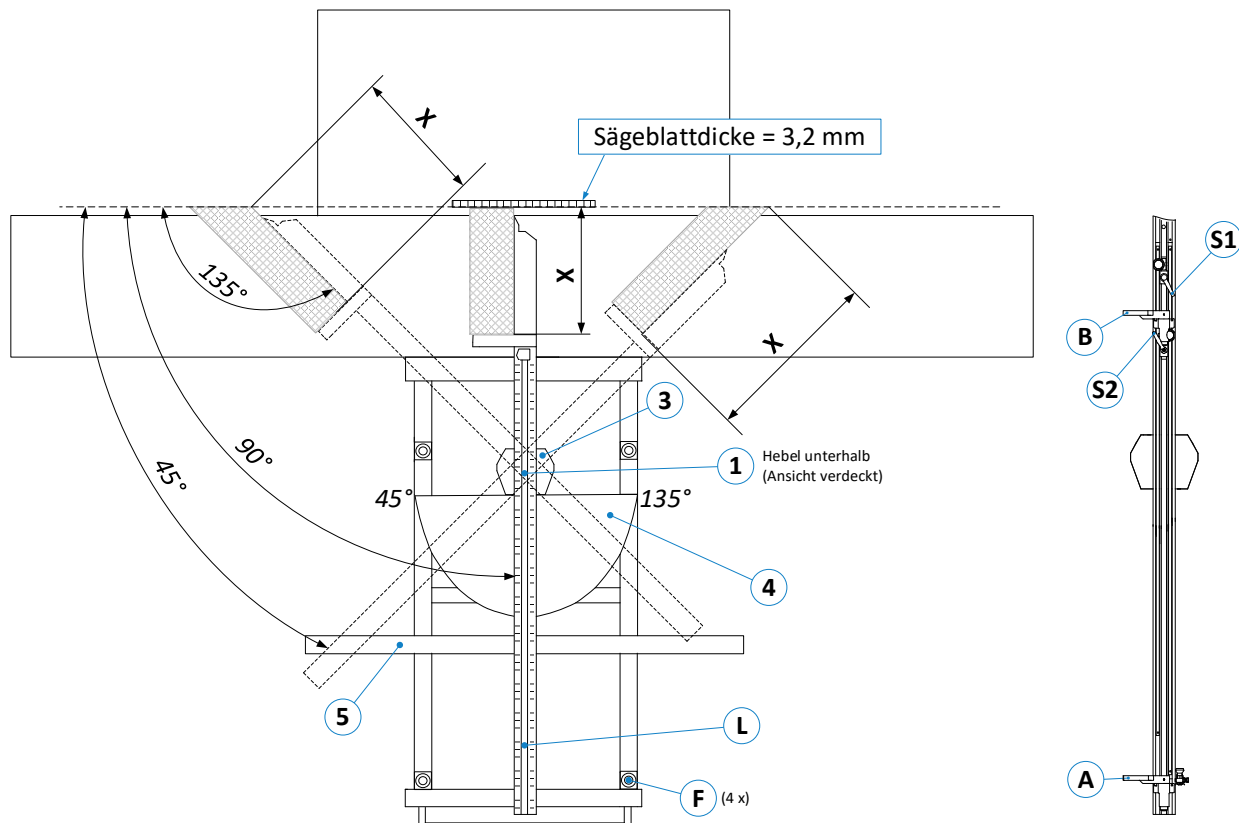
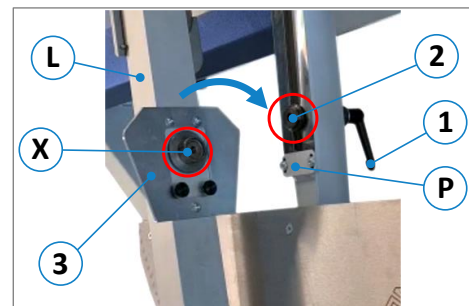

Abbildung 60: Übersicht Super Gehrfix I
Abbildung 61: Längenanschlag aufsetzen
- Klemmhebel (1) lösen und den Aufnahmebolzen (2) in Richtung der Anschlagplatte (P) schieben (siehe ⇒ Abbildung 60 und ⇒ Abbildung 61).
- Den Längenanschlag (L) nun auf den Querschlitten aufsetzen, so dass der Aufnahmebolzen (2) in die Aufnahme (X) auf der Unterseite der Anschlagplatte (3) eingeführt werden kann.
- Jetzt den Klemmhebel (1) wieder festziehen.